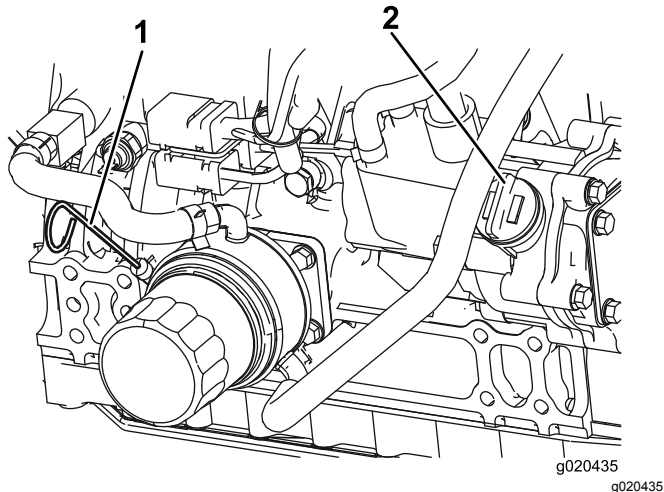

図 76
オイル量が安全レンジ内にあればよい 図 76。
4. 不足している場合安全範囲よりも下は、補給管についているキャップ 図 76 を取り、Full 位置までオイルを補給する。